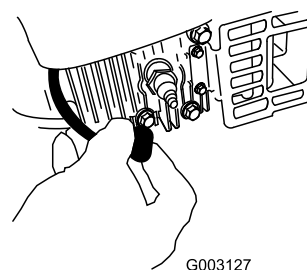

Bild 26
2. Ziehen Sie den Kerzenstecker von der Zündkerze ab (Bild 26).